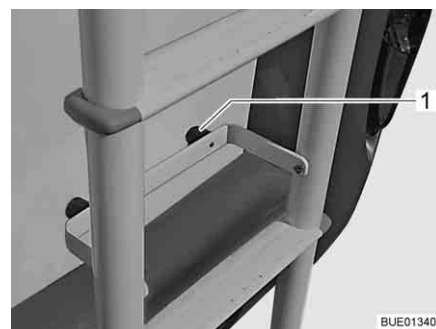

Bild 3 Klappbare Leiter, Leiter nach unten geklappt
- Schutzbügel mit den Gumminoppen (Bild 3,1) gegen die Fahrzeugrückwand legen.